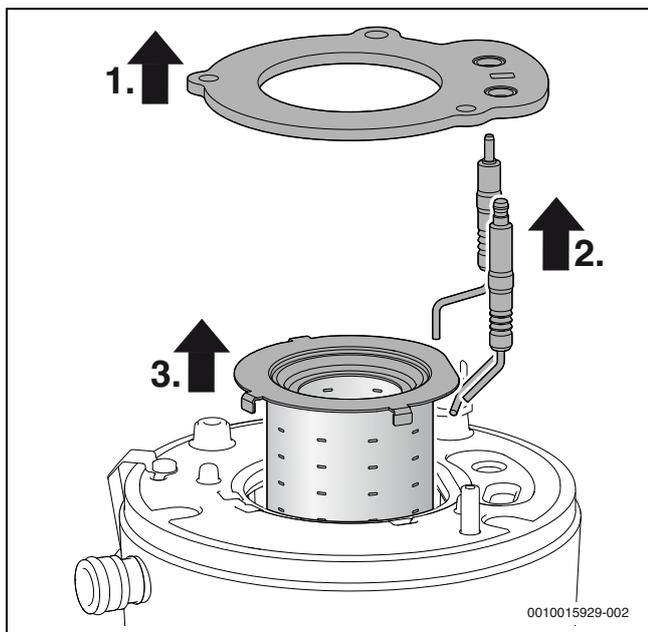

Рис. 51 Выньте горелку
- ▶ После каждого открытия горелки замените уплотнение (→ рис. 51, поз. [1]) и все другие уплотнения, которые могут быть повреждены во время проведения работ. (максимальный срок службы уплотнения горелки: 7,5 лет)